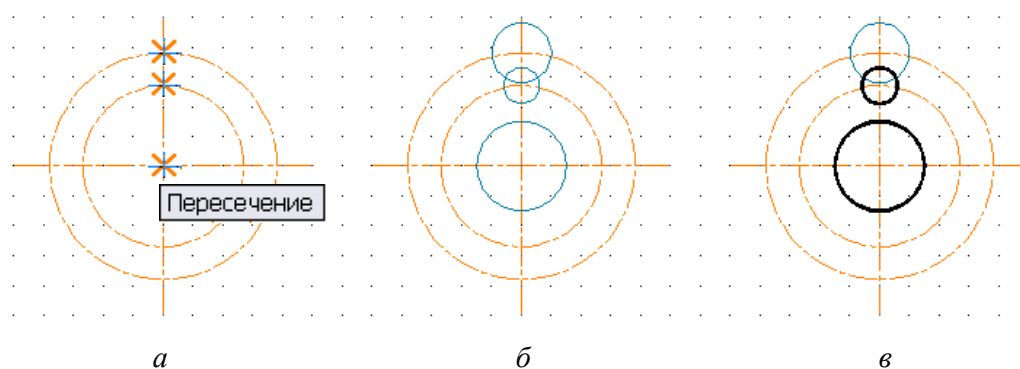

Рис. 1.69. Выполнение предварительных вспомогательных построений:
1. Для построения осевых и центровых линий установите тип линии **Осевая2** и цвет линии – **желтый**. Проведите две взаимно перпендикулярные осевые линии и две окружности $\varnothing 54$ мм и $\varnothing 76$ мм (см. рис. 1.69, а).
2. Установите тип линии – **Continuous**, цвет – **голубой** и включите объектную привязку – **Пересечение**. Постройте вспомогательные окружности $\varnothing 30$ мм, $\varnothing 20$ мм и $\varnothing 12$ мм (см. рис. 1.69, б).
3. Установите цвет линии – **черный** и, используя команду **Полилиния**, обведите окружности $\varnothing 30$ мм и $\varnothing 12$ мм сплошной основной линией (см. рис. 1.69, в).